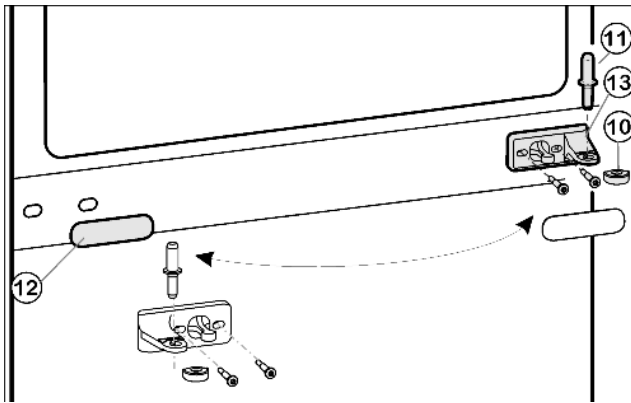
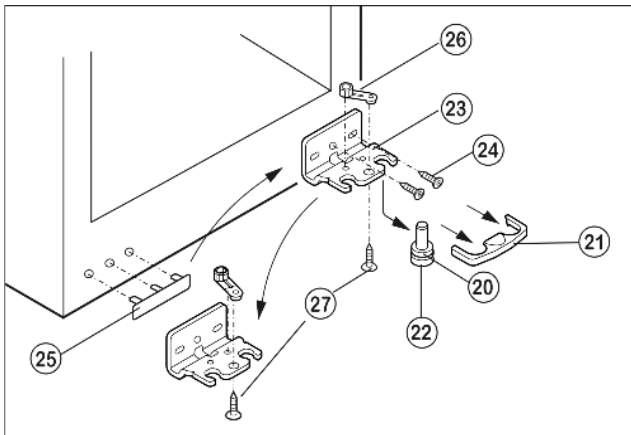

Fig. 5
Fig. 6
- ▶ Снимите пластиковый колпачок Fig. 5 (10).
- ▶ Извлеките средний опорный палец Fig. 5 (11).
- ▶ Осторожно снимите накладку Fig. 5 (12).
- ▶ Открутите средний опорный кронштейн Fig. 5 (13) и прикрутите его с поворотом на 180° на новую сторону шарнира.
- ▶ Снова защелкните накладку Fig. 5 (12) на стороне, где теперь будет ручка.
- ▶ Нижнюю крышку Fig. 6 (21) снимите движением вперед.
- ▶ Вытяните опорный палец Fig. 6 (22) вниз и вперед. При этом следите за гнездом шарнира Fig. 6 (20).
- ▶ Открутите опорный кронштейн Fig. 6 (23) (2 шт. Torx 25) Fig. 6 (24).
- ▶ Открутите опорную деталь Fig. 6 (26) (1 Torx 25) Fig. 6 (27) и, переставив в отверстие на противоположной стороне опорного кронштейна, снова прикрутите.
- ▶ Осторожно приподнимите и переставьте крышку со стороны ручки Fig. 6 (25).
- ▶ Снова прикрутите опорный кронштейн Fig. 6 (23) на новой стороне шарнира, при необходимости, с помощью аккумуляторного шуруповерта через внешний продольный паз и круглое отверстие.
- ▶ Снова слегка наклоните устройство назад и переставьте опорный палец Fig. 6 (22).
- ▶ Установите нижнюю дверцу на нижний опорный палец Fig. 6 (22).
- ▶ Вставьте средний опорный палец Fig. 5 (11) на новой стороне шарнира через средний опорный кронштейн Fig. 5 (13) в нижнюю дверцу.
- ▶ Снова наденьте пластиковый колпачок Fig. 5 (10) с поворотом на 180° на средний опорный кронштейн Fig. 5 (13).
- ▶ Установите верхнюю дверцу на средний опорный палец Fig. 5 (11).
- ▶ При необходимости выровняйте дверцы через два продольных паза в нижнем опорном кронштейне Fig. 6 (23) и среднем опорном кронштейне Fig. 5 (13) параллельно корпусу устройства, затем затяните винты.
- ▶ Снова защелкните крышку Fig. 6 (21).